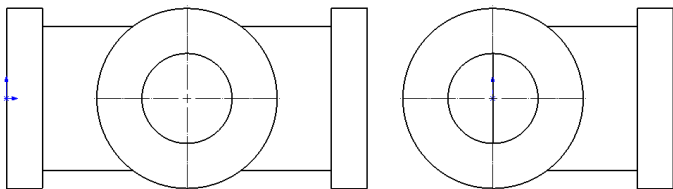

图 11-19 创建投影视图效果
(4) 单击鼠标左键，即可创建投影视图，效果如图 11-19 所示。